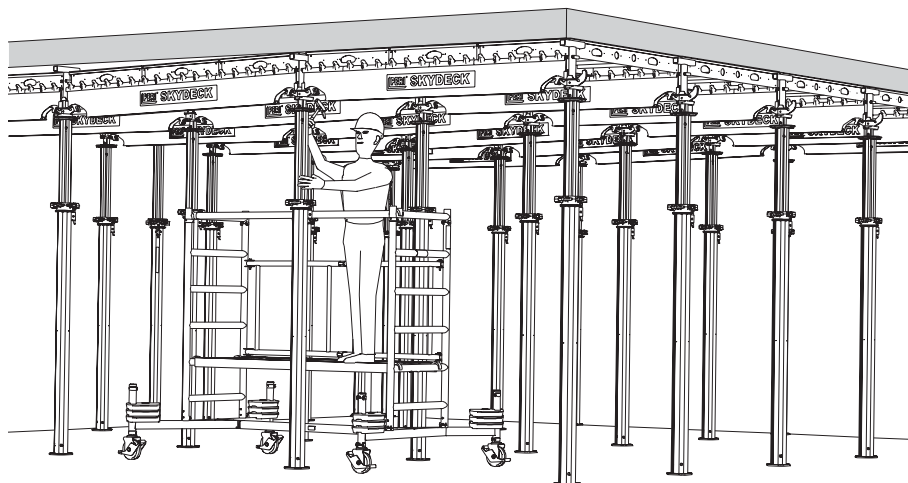

Fig. A12.01
- Tra l'elemento a telaio e l'intradosso del solaio si crea uno spazio di ca. 6 cm funzionale al disarmo. (Fig. A12.01)